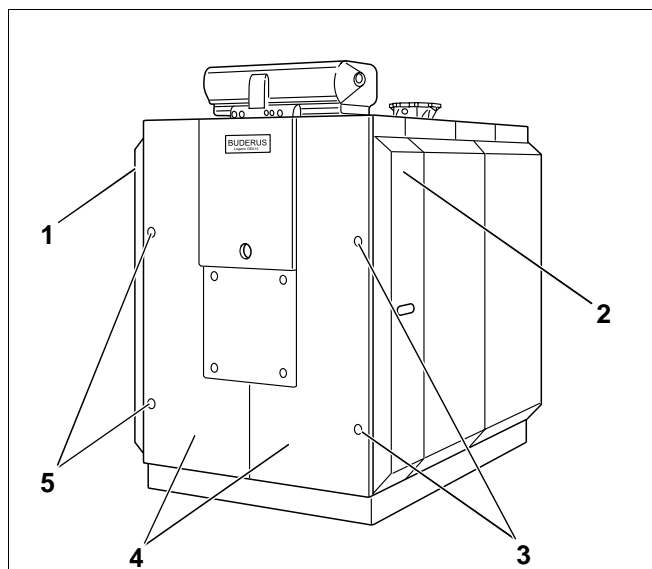

Fig. 54
For at kunne åbne brænderdøren skal den første del af sidekappen på venstre og højre side (med håndhul) fjernes. Forvæggenes dele (brænderdørens beklædning) afmonteres ikke (Fig. 54, pos. 4).
- Løft sidekappernes dele (med håndhul) (Fig. 54, pos. 1 og 2) lidt op, og tag dem af.
- For at kunne løsne de fire fastgørelsesskruer med en topnøgle skal propperne i forkappens dele fjernes (Fig. 54, **pos. 3 og 5**).